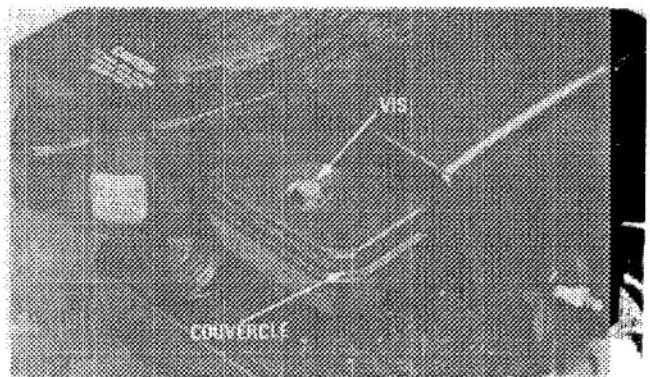

Figure 18
2. Enlevez la vis et le couvercle pour découvrir le filtre à air. Enlevez le couvercle (Fig. 18) et enlevez la saleté sur les surfaces intérieure et extérieure.